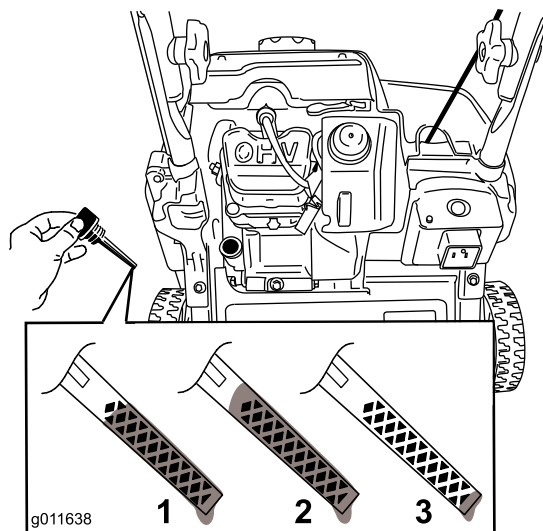

Рисунок 13
8. Для того, чтобы правильно определить уровень масла на масломерном щупе, см. Рисунок 13.
Примечание: Заливайте масло в картер двигателя до тех пор, пока маслостерный щуп не покажет, что достигнут нужный уровень масла в двигателе, как показано на Рисунок 13. В случае перелива слейте некоторое количество масла из двигателя, как описано в разделе «Замена моторного масла».